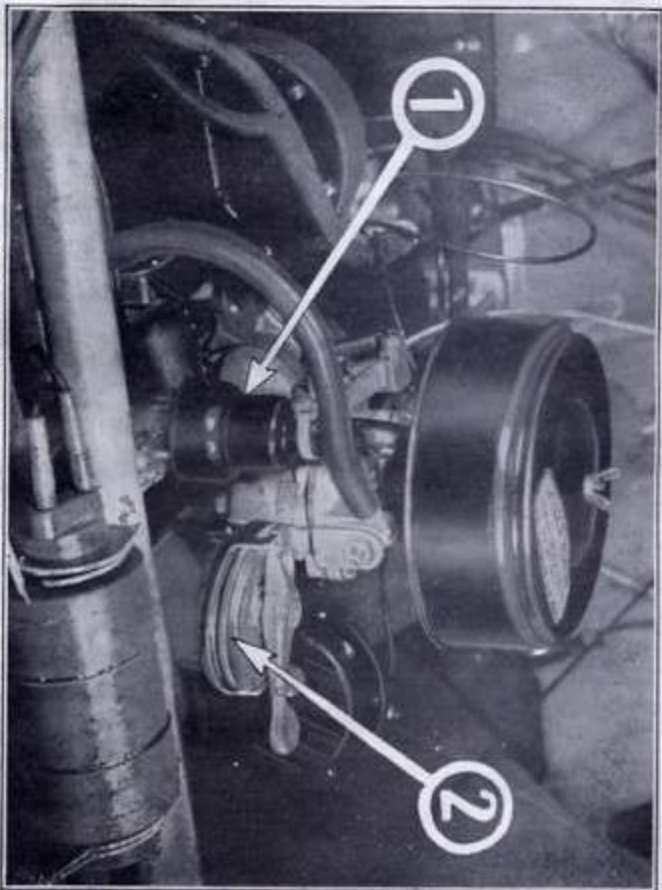

Fig. 16. — RENFLARD D'HUILE (1) (clapet à l'intérieur)
b) Faites vérifier le fonctionnement du clapet du reniflard (fig. 16, page 28) par un Agent Citroën.